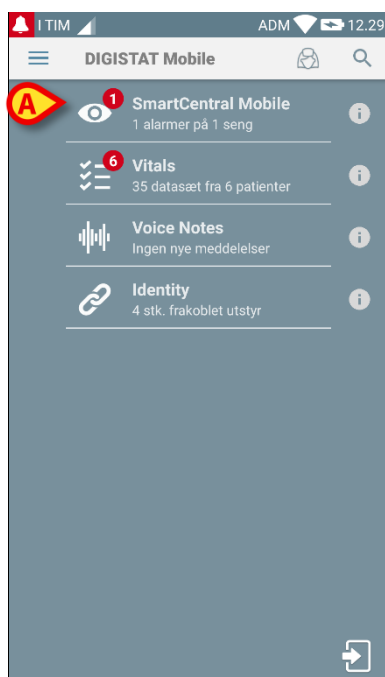

Fig. 46
- Berør den respektive række på skærmen i det håndholdte udstyr (Fig. 46).